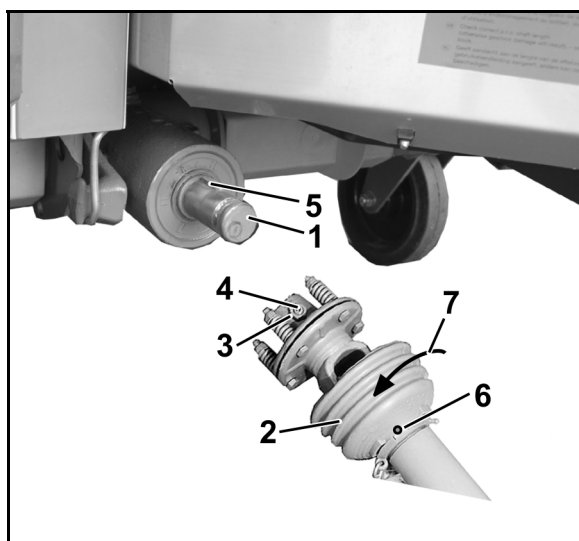

図 37
2. ギアボックス入力軸 (図 37/1) を清掃します。
4. ロックねじ (図 37/6) を回して外します。
5. 保護カバー (図 37/2) を取り付け位置 (図 37/7) へ回転させます。
7. 摩擦継ぎ手の接続ヨークにあるロックナット (図 37/3) を (グラブねじがロックナットから外側に突き出ないようになるまで) 緩め、六角穴付きのグラブねじ (図 37/4) を回して緩め、接続ヨークをギアシャフトにかぶせることができるかどうか確認します。
キー (図 37/5) が完全に覆われているか確認してください。
9. プロペラシャフトが軸方向にずれないように固定します。このためにグラブねじを六角レンチでしっかり締め付け、ナット (図 37/3) でロックします。
2. 接続ヨークのロックナット (図 37/3) を摩擦継ぎ手から外します。グラブねじ (図 37/4) を回して外してください。